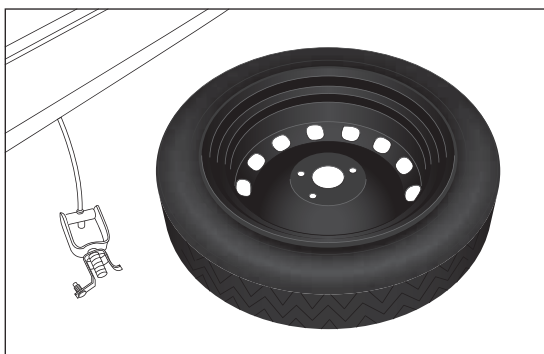

Abb. 32
- Das Notrad Abb. 32 herausnehmen;